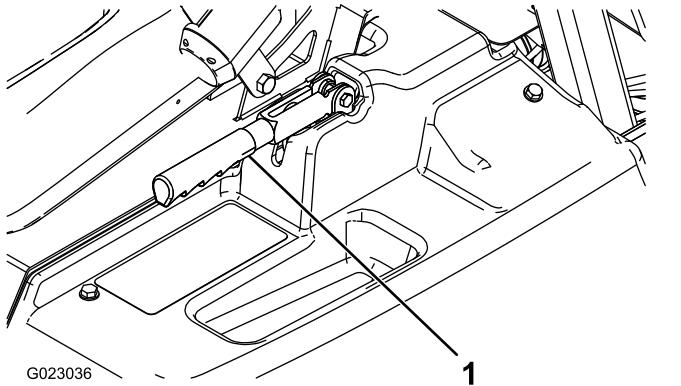

図 51
2. 調整ノブをブレーキレバーに固定している固定ねじをゆるめる図 51。